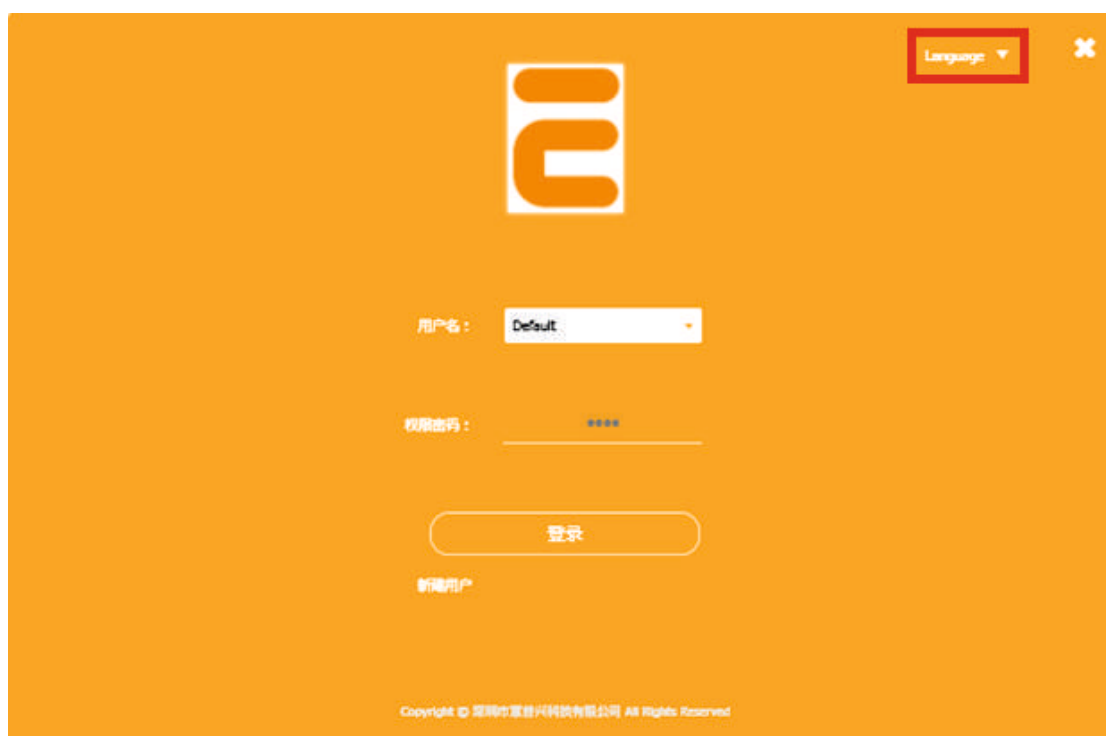

Рис. 4
1. В появившемся окне входа, которое будет на китайском языке, измените язык на «English» в верхнем правом углу (Рис. 4).